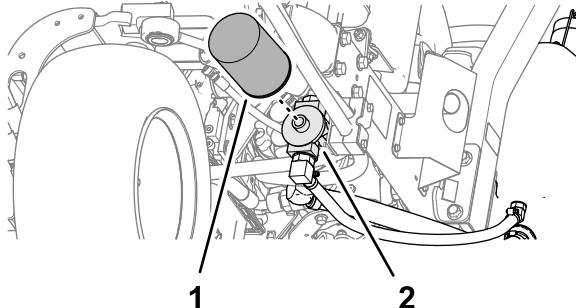

Figura 92
2. Pulite la superficie circostante il filtro. Collocate una bacinella di spурgo sotto il filtro (Figura 92), e togliete il filtro.